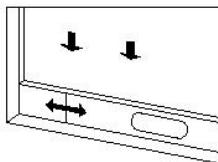
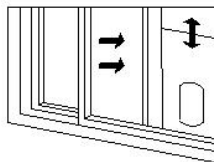

Bild 2
Bild 3
- 1) Håll fönstret halvöppet, och montera förseglingsplattan för fönstertätning till fönstret (se bild 2 och bild 3). Komponenterna kan placeras i horisontell och vertikal riktning.